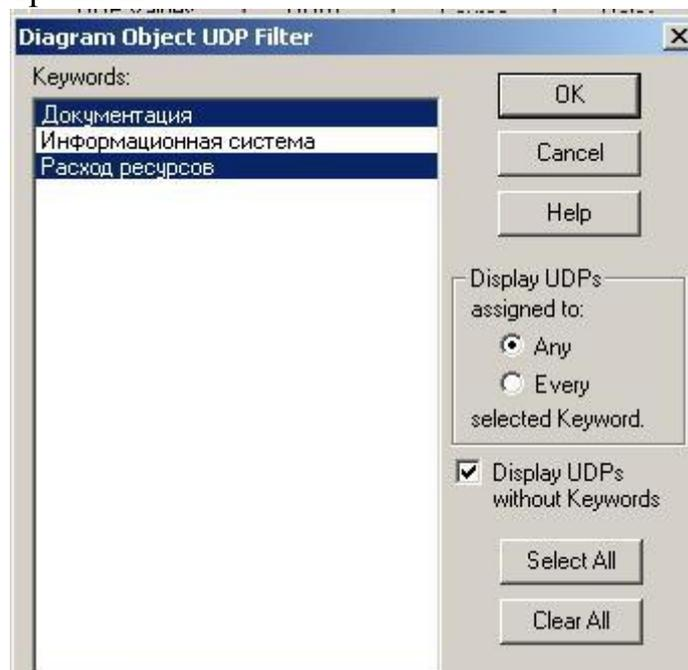

Рис.3. Диалог Diagram object UDP Filter
6. В диалоге **Activity Properties** щелкните по кнопке **Filter**. В появившемся диалоге **Diagram object UDP Filter** Рис.3. отключите ключевые слова «*Информационная система*». Щелкните по ОК. В результате в диалоге **Activity Properties** не будут отображаться UDP с ключевыми словами «Информационная система». Свойства UDP можно присвоить не только работам, но и стрелкам.